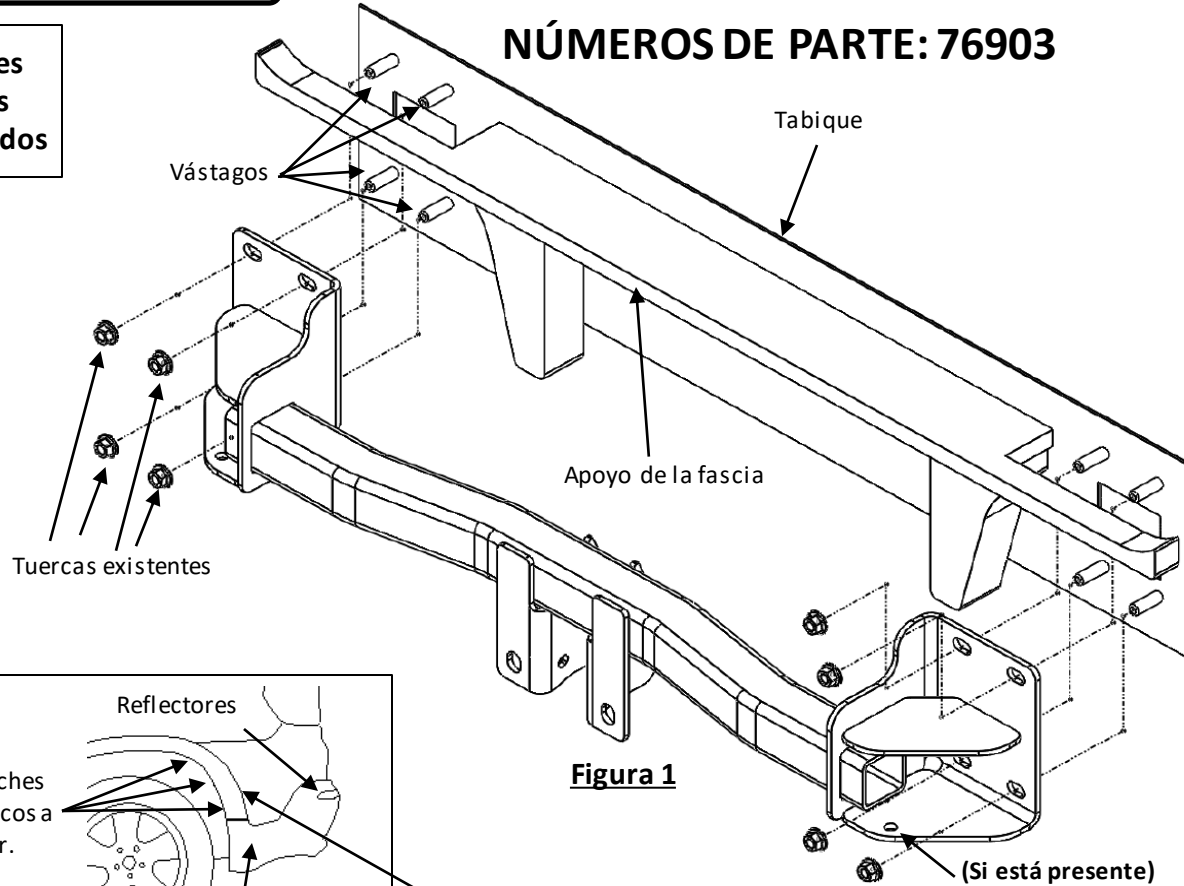

Figura 1
5. Levantar el enganche a su posición (**Figura 1, 5**).